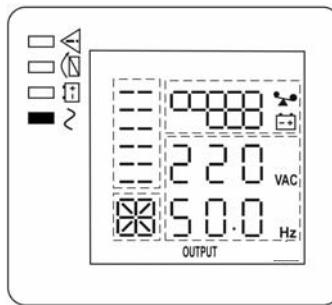

Рисунок 13 — Состояние ЖК-дисплея и индикаторов в режиме «ОСНОВНОЙ»
- Включите нагрузки. Если нагрузок много, необходимо включать их последовательно, одну за другой, на ЖК—дисплее отобразится уровень нагрузки (см. рисунок 13 ).
Вновь подать сетевое напряжение. Изделие должно автоматически перейти в режим «ОСНОВНОЙ» (см. рисунок 13), либо в режим «ЭКО», если параметр ECO включён (см. Приложение 2, описание настройки параметров изделия).